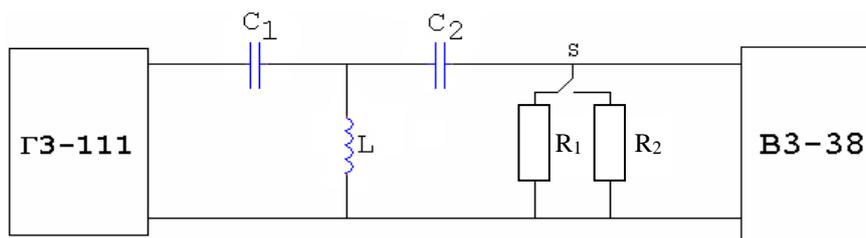

Рис. 7
5.2.1 Собрать схему измерений (рис. 7).